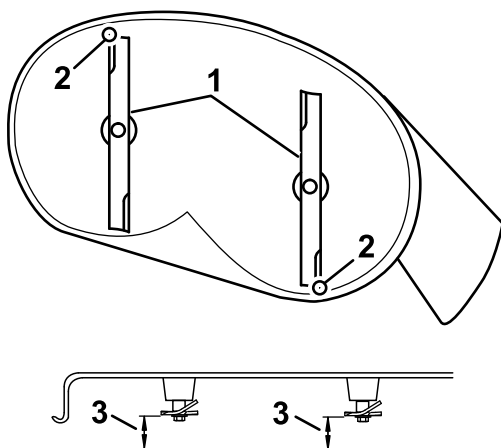

Figura 59
4. Gire cuidadosamente las cuchillas colocándolas en el sentido de avance de la máquina (Figura 59).
5. Mida entre la punta de la cuchilla delantera y la superficie plana y entre la punta de la cuchilla trasera y la superficie plana (Figura 59).